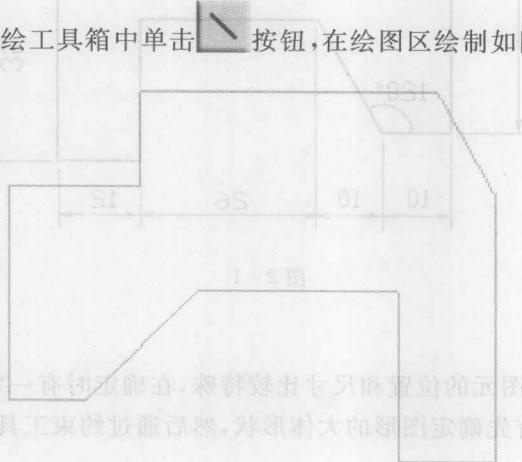

图 2-3
(2) 绘制草图 在草绘工具箱中单击  按钮,在绘图区绘制如图 2-3 所示草图。